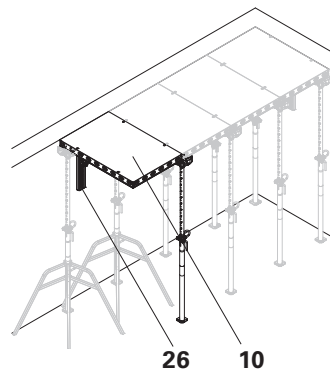

Fig. D2.08
4. Bloquer en position chaque 3^{ème} panneau à l'aide du support mural DUO 82 (26) ! (Fig. D2.08)
- Le coffrage de dalle est installé rangée après rangée dans le sens transversal. (Fig. D2.08)